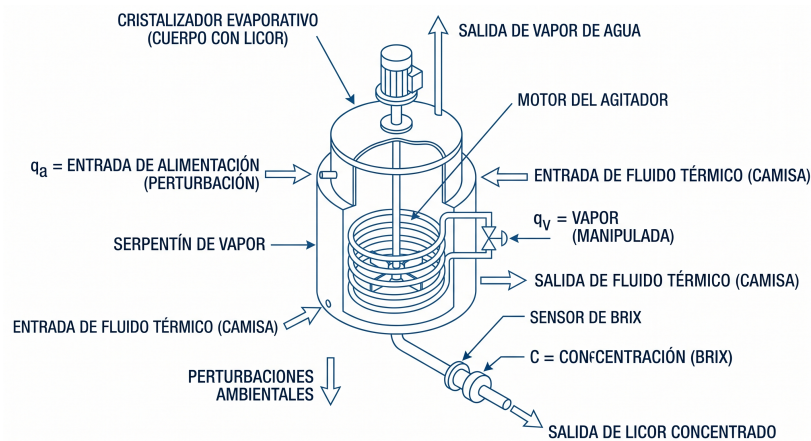

Figura 4: Esquema del cristalizador evaporativo
- (c) **Lectura del Bode real.** La Figura 4 muestra el Bode de $C(s)G(s)$ con un K_c propuesto. Sobre la figura: lea ω_c (cruce de ganancia), el margen de fase, ω_{180} y el margen de ganancia. ¿Cumple el diseño la especificación de $\approx 45^\circ$? Si no, ¿en qué sentido debe corregir K_c ? (vale 1.0)